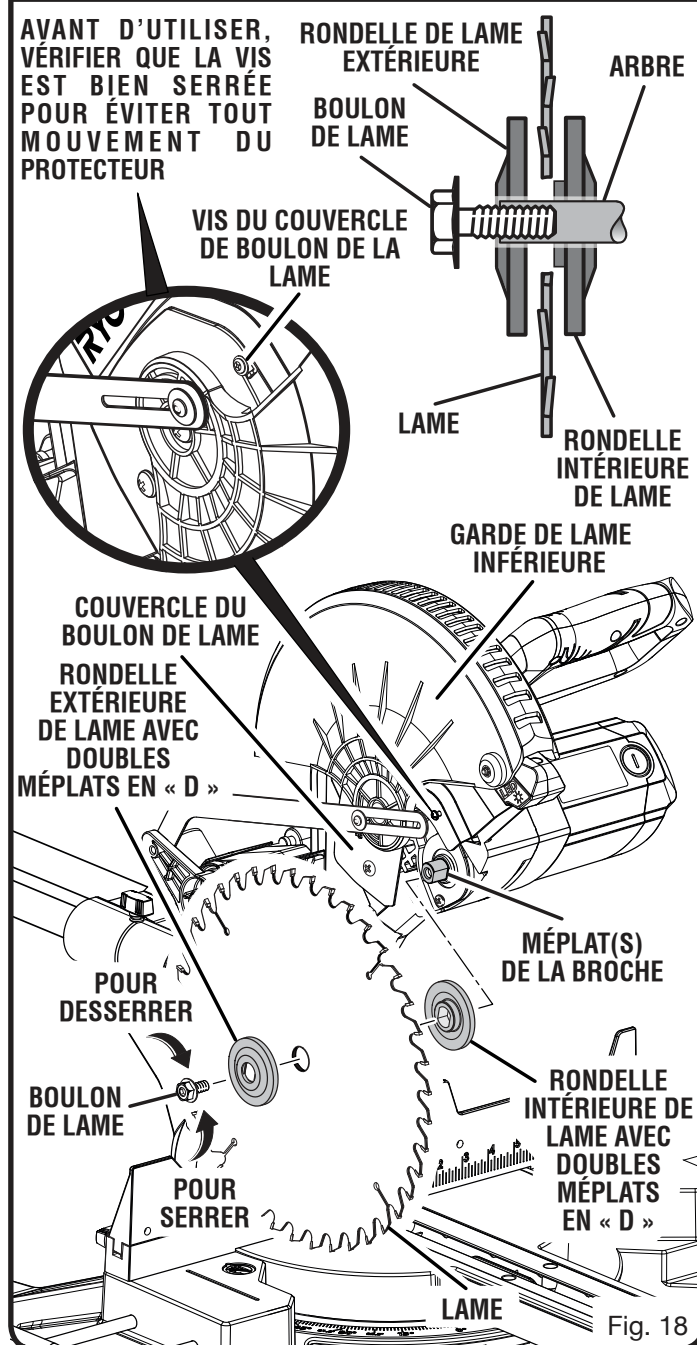

Fig. 18
- Engager la lame dans la garde inférieure et sur l'épau de rondelle intérieure. Les dents doivent être orientées vers le bas à l'avant de la lame, comme le montre la figure 18.